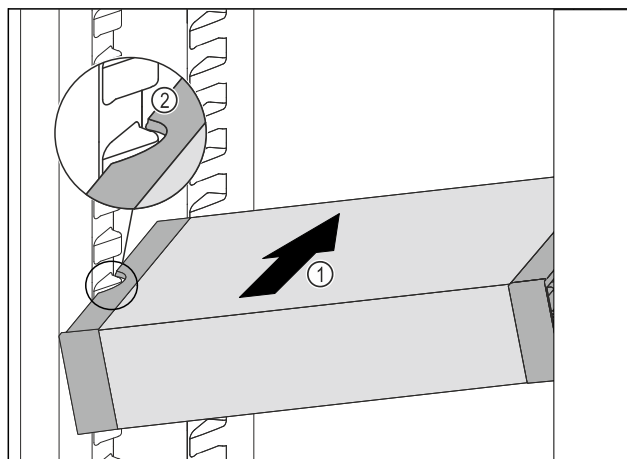

Fig. 56
- ▶ VarioSafe wsunąć ukośnie do chłodziarki Fig. 56 (1), aż boczne wycięcia Fig. 56 (2) VarioSafe będą się znajdować na wysokości żeber pojemnika w chłodziarce.